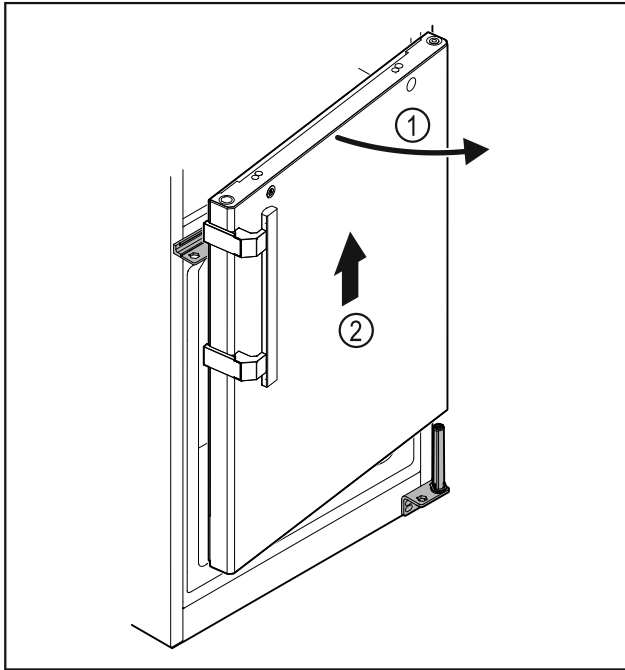

Fig. 27
- Åpne døren Fig. 27 (1) litt, løft den ca. 200 mm rett opp og ta den av Fig. 27 (2).